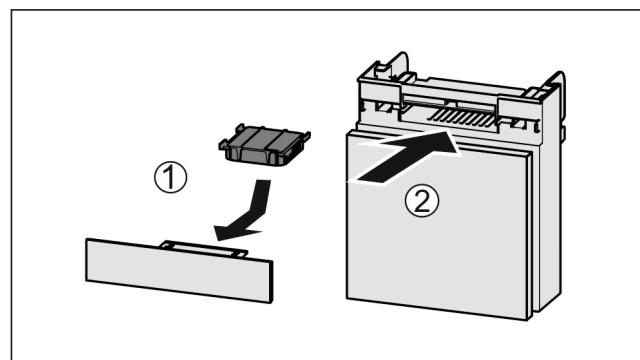

Fig. 32
- Поставете Fig. 32 (1) филтъра с активен въглен, както е показано на фигурата.
- Вкарайте Fig. 32 (2) отделението.